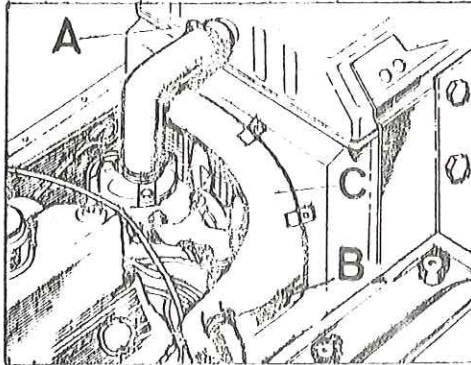

Fig. Q1-8 Manguitos del radiador
- 1.6. Soltar las abrazaderas, A y B (Fig. Q1-8) de los manguitos superior e inferior del radiador, y separar éstos.